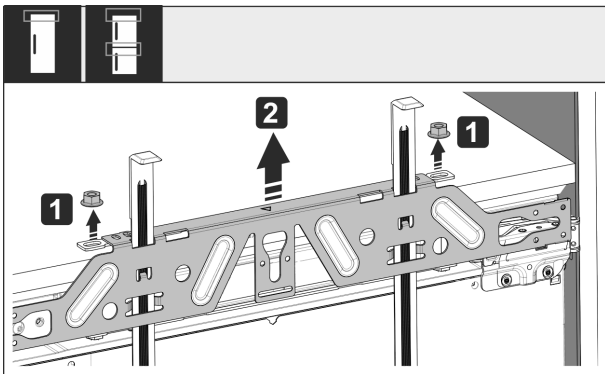

Fig. 52
- ▶ Povolte pojistné matice Fig. 52 (1).
- ▶ Sejměte upevňovací příčník Fig. 52 (2).